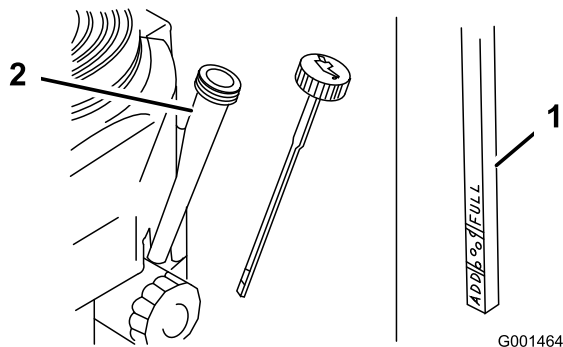

Figura 34
4. Pulite attorno all'asta di livello (Figura 34) in modo che la morchia non possa penetrare nel foro di rifornimento e danneggiare il motore.
5. Svitare l'asta di livello dell'olio e pulitene l'estremità (Figura 34).
6. Inserite a fondo l'asta di livello nel tubo di rifornimento, senza avvitare (Figura 34).
9. Versate lentamente nel tubo di rifornimento (Figura 34) l'80% circa dell'olio indicato.